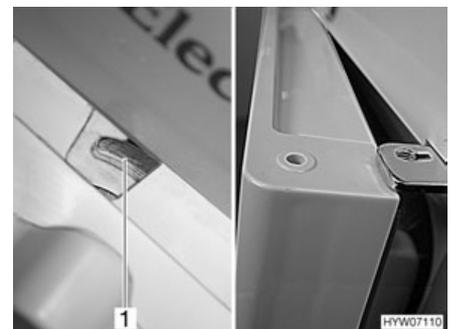

Fig. 220 Puerta del frigorífico/puerta del compartimento congelador en posición de ventilación (Dometic de la serie 7 con compartimento congelador separado)
- Empujar el bloqueo completamente hacia la derecha. La puerta del frigorífico/puerta del compartimento congelador se fija con ayuda del bloqueo de la puerta (Fig. 220,1). De este modo, la puerta del frigorífico/puerta del compartimento congelador quedará ligeramente abierta (Fig. 220).